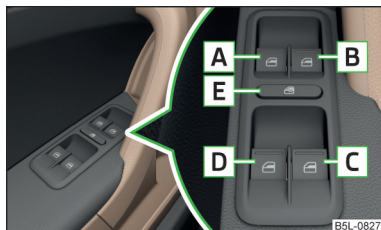

Fig. 40
- Vous pouvez encore ouvrir et fermer les vitres pendant 10 minutes env. après avoir coupé le contact. Après l'ouverture de la portière conducteur ou passager avant, les fenêtres ne peuvent être actionnées qu'avec la touche  » fig. 40 à la page 63.
Touches des lève-vitres » fig. 40.
➤ Appuyer sur la touche **E** » fig. 40.
- Maintenez la touche **A** » fig. 40 à la page 63 dans la position d'ouverture.
- Maintenez la touche **A** » fig. 40 à la page 63 dans la position de fermeture.